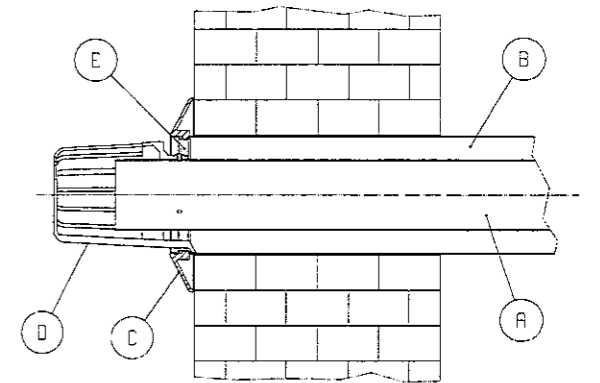

fig. 10
- inserire il cavo proveniente dal ventilatore della condensante esterna (4) nel pressacavo rimasto libero e collegare i fili alla morsetteria (fig.10)
È disponibile l'accessorio "Collettore Standard" (fig. 10) costituito da un tubo di scarico fumi A di \varnothing 60 mm e lunghezza 850 mm, munito di terminale antivento D, di tubo aspirazione aria di \varnothing 100 mm e lunghezza 795 mm, di un collare in gomma C per la parete esterna e di una curva concentrica a 90° con relative fascette per il montaggio.
- preparare i tubi tagliandoli alla lunghezza appropriata al tipo di installazione, quindi introdurre il tubo fumi nel tubo aria fino a raggiungere il fermo E (fig. 10) posto all'estremità della guaina. Se l'operazione è eseguita correttamente, la sporgenza del tubo fumi \varnothing 60 rispetto al tubo aria \varnothing 100, risulterà di 7,5 mm;